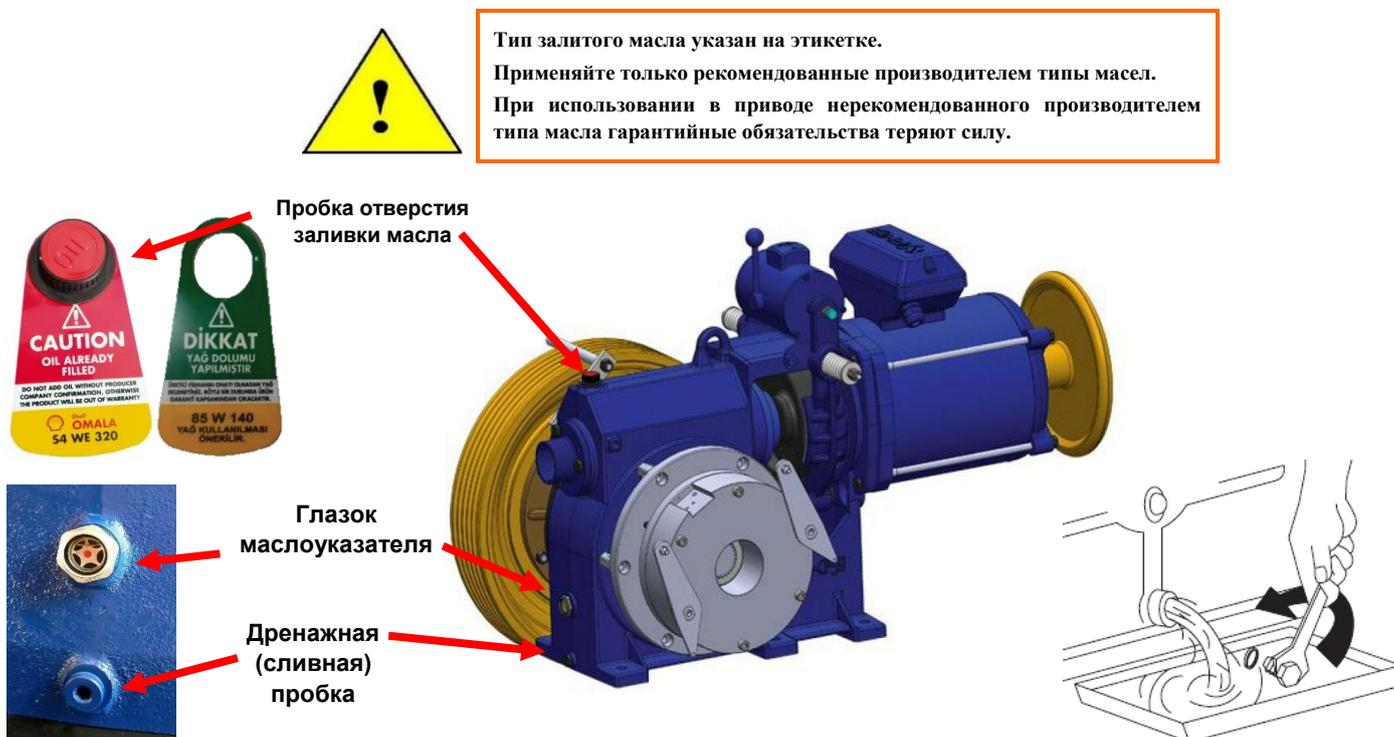

Рисунок 2.Отверстие для заливки масла, глазок маслоуказателя и дренажная пробка в лебедках типа Z - ZF
5.2. Для удаления масла из лебедки и двигателя следует выключить систему, снять дренажную пробку и слить масло. (См. Рисунок 2)
5.4. В лебедках используется масло фирмы SHELL (под каждой пробкой залива масла закреплена этикетка с указанием используемого масла). (См. Рисунок 2)
11.3.2 При периодическом техобслуживании следует проверить качество масла. Если оно ухудшилось, масло следует заменить. Признаком ухудшения качества масла является изменение прозрачности (помутнение), изменение цвета (потемнение), изменение вязкости, а так же если масло пенится. Замены масла выполняются каждые 36...48 месяцев. Используемое масло указано на этикетке под пробкой залива масла (**См. рисунок 2**).